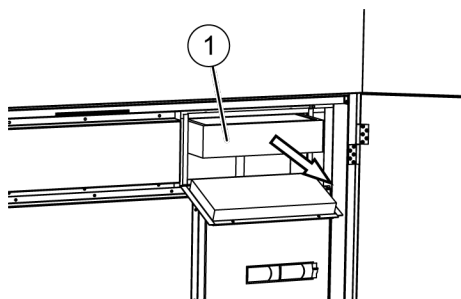

Abb. 106: Abluftfilter herausziehen
8. ➔ Abluftfilter (Abb. 106/1) nach vorne herausziehen.